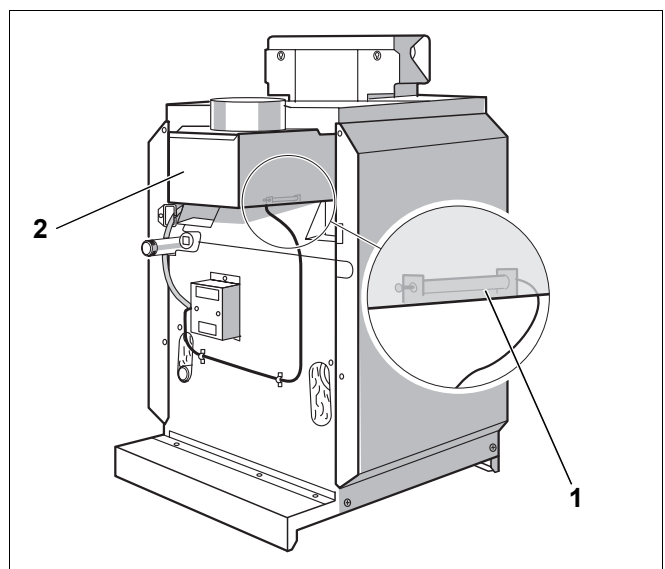

Fig. 32 Verificați sistemul de supraveghere AW 50 al gazelor de evacuare
- Deșurubați senzorul (Fig. 32, **Poz. 1**) temperaturii gazelor de evacuare (Fig. 32, **Poz. 2**) de la siguranța de tiraj.
- Vârful senzorului de temperatură gaze arse (Fig. 32, **Poz. 1**) se poziționează în timpul funcționării arzătorului în nucleul gazelor arse. Alimentarea cu gaz este întreruptă după maxim 120 secunde și arzătorul este scos din funcțiune. După o perioadă de întârziere de câteva minute, arzătorul va porni în mod automat dacă există necesar de căldură.
- Se montează din nou senzorul de temperatură (Fig. 32, **Poz. 1**) gaze arse.